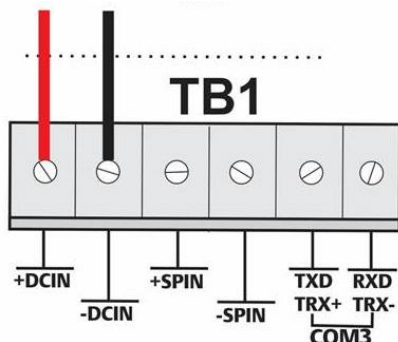

Figura 8. Cableado a la fuente de alimentación de CC
- Insertar cada extremo descubierto del cable en su conector adecuado y fijar el cable (consultar la *Figura 8*).